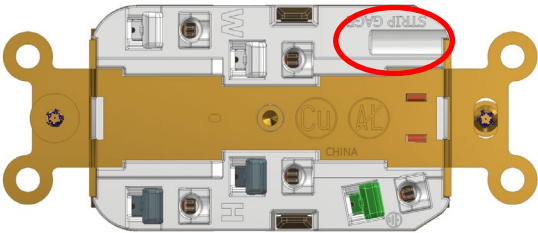

Fig. 5
1. Dénudez chaque conducteur selon la jauge à bande située à l'arrière de la prise, comme indiqué sur la fig. 5.